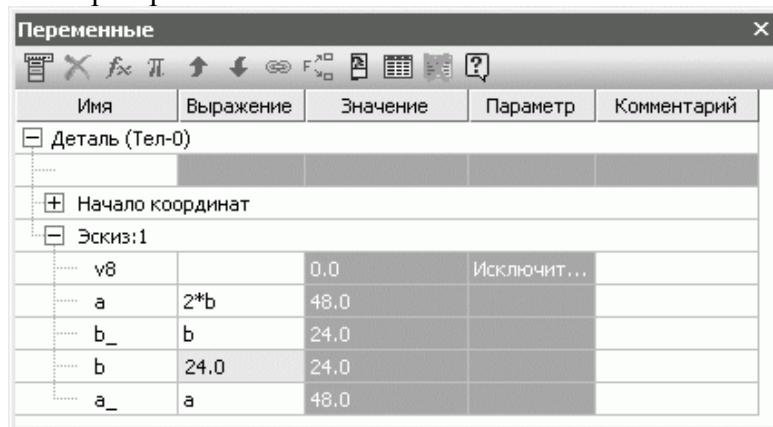

Рис. 3.47. Задание выражения для переменной
3. Если вы сейчас измените значения этих переменных, то объект перестроится, но не сохранит форму квадрата. Это объясняется тем, что переменные пока не связаны между собой. Чтобы задать определенную зависимость между ними, в столбце Выражение редактора формул напротив переменной a введите выражение $2*b$ (рис. 3.47). После этого можете изменять значение переменной b параметризованного эскиза, и при этом квадрат будет правильно перстраиваться.